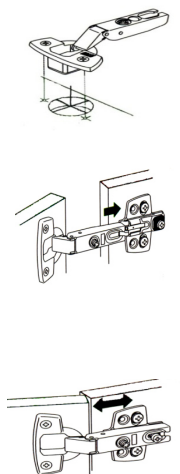

Рис. 1. Схема крепления петель поз.32,44
12. Навесить двери поз.22 на петли поз. 32 и отрегулировать согласно схемы крепления (рис.1).